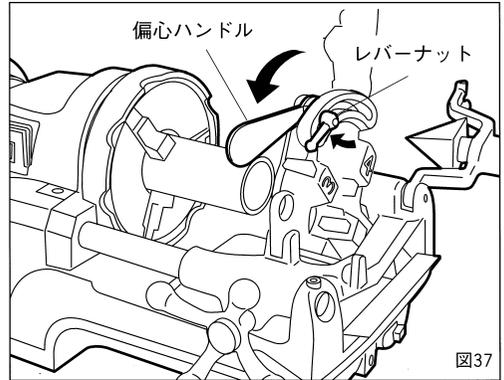
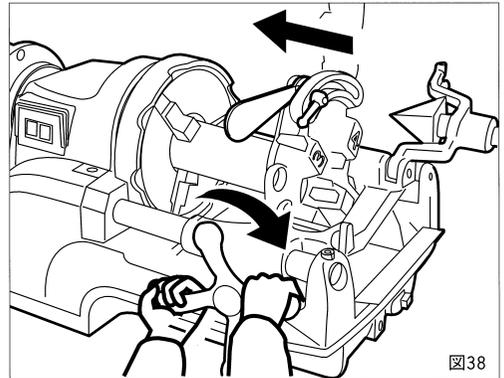

図37
図38
① ねじ切りのサイズ寸法を合わせるには偏心台の目盛りを、ダイヘッドのサイズ目盛りのねじ切り寸法に合わせて、レバーナットを締めて固定してください。(図37)
② スイッチを入れますとオイルはダイヘッドから自動的に注油されます。
③ 送りハンドルを右回り方向に動かしパイプにチェーザを押し付け食い付かせてください。ねじ山が3~4山切れればあとは自動的にねじが切れます。このマシンに使用されているシリースモータは、回転数が周波数に左右されず、負荷によって自動的に変化します。(図38)
④ ねじが規定の寸法まで切れましたら偏心ハンドルを徐々に矢印の方向に持ち上げてチェーザを開きねじを切り上げます。